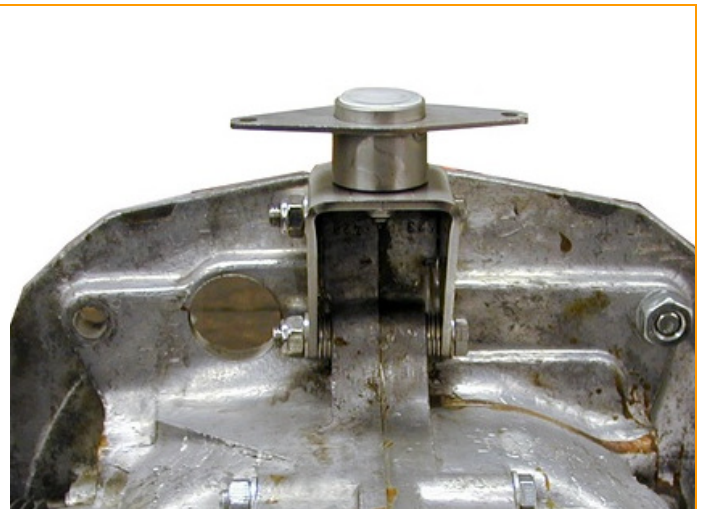

Fig.2
- Set the second screw and washer in the lower hole and push 2-3 washers, to reconciliation, per side between engine and bell-crank linkage. (Fig.2)
- Setzen Sie die untere Schraube M8x60, SW13 mit Unterlegscheibe an und schieben Sie 2-3 Unterlegscheiben pro Seite, zum Ausgleich, zwischen Motor und Drehbock. (Fig.2)